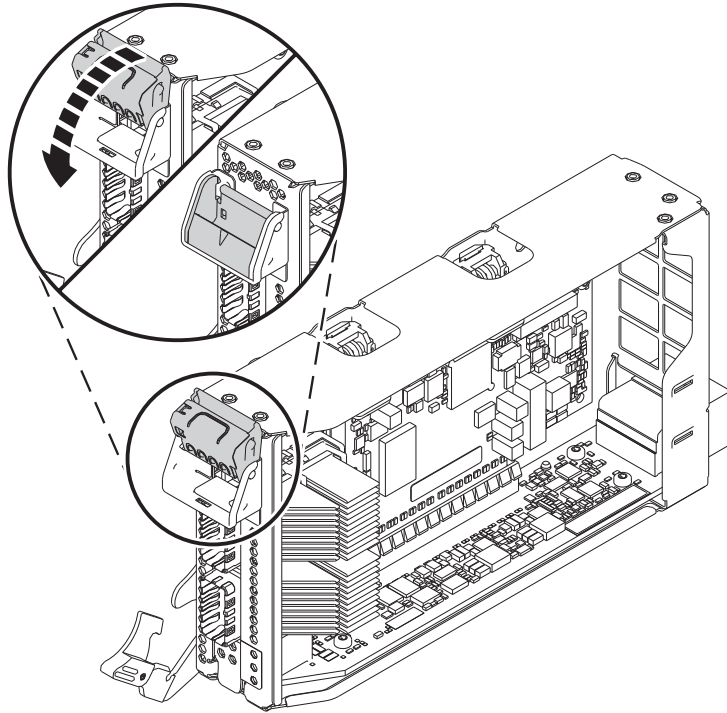

Figura 18. Colocación de un adaptador de altura reducida y longitud media en la casete de adaptador PCIe
- c. Para que el adaptador quede bloqueado en su posición, gire el pestillo de la contrapunta como se muestra en la Figura 18 en la página 19.